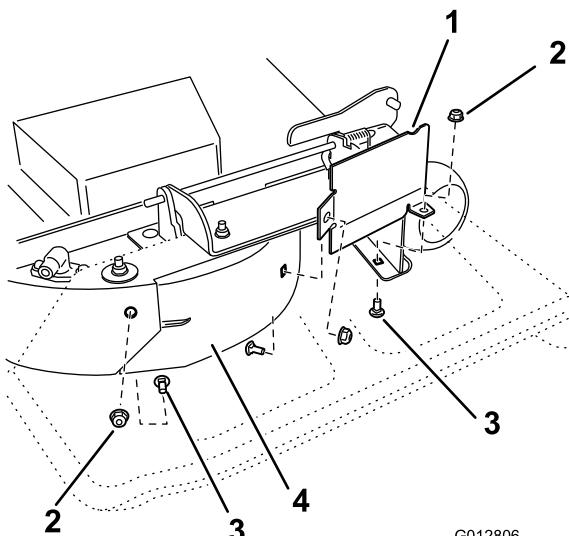

Figura 33
- 9. Retire el perno de cuello cuadrado (5/16 x 3/4 pulgada) y la contratuerca (5/16 pulgada), situados en la pared trasera de la plataforma de corte, que sujetan el deflector a la plataforma (Figura 33).
10. Localice el protector del deflecto en el borde delantero del orificio de descarga lateral. Retire los fijaciones que sujetan el protector del deflecto y el deflecto derecho a la plataforma de corte, según se muestra en Figura 33. Retire el protector del deflecto y guarde todos los herrajes.
12. Instale las fijaciones retirados anteriormente en los taladros delanteros de la placa de descarga y en el taladro delantero de la plataforma (Figura 33).